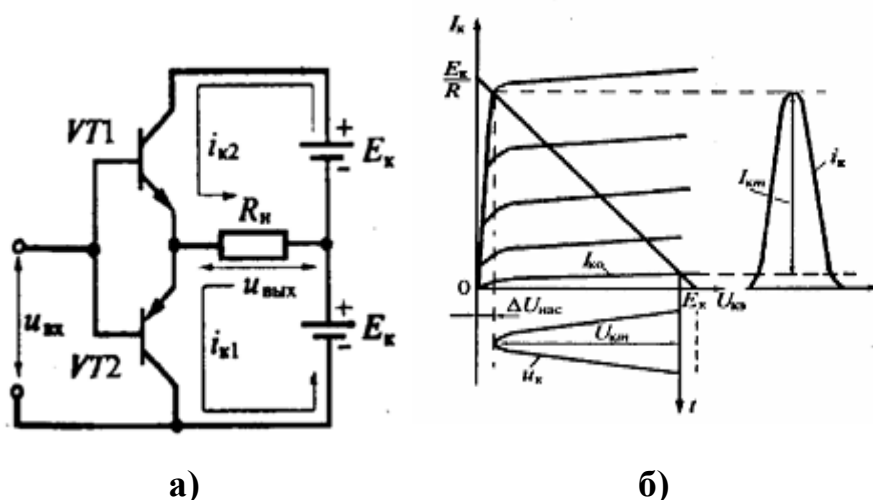

Рисунок 8 – Без трансформаторный выходной каскад на комплементарных транзисторах: а – схема; б – диаграмма работы транзистора в режиме В
- схему без трансформаторного выходного каскада на комплементарных транзисторах (см. рисунок 8);
- диаграммы работы транзистора в режиме В (см. рисунок 8);